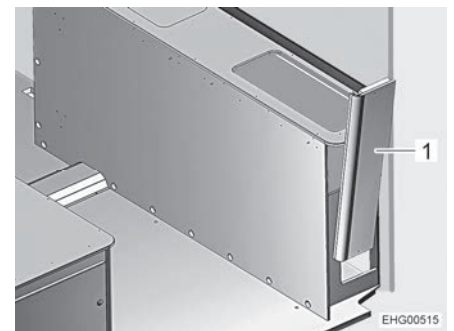

Bild 137 Bettkasten rechts, Seitenwand
- Seitenwand (Bild 137,1) unter leichten Rüttelbewegungen nach oben abnehmen.